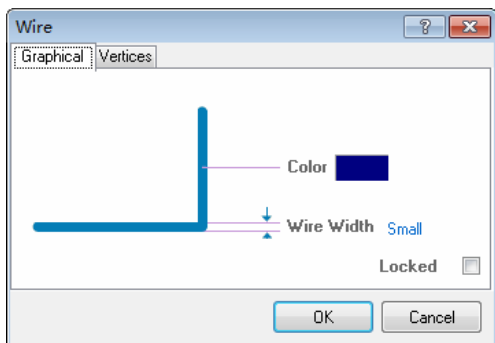
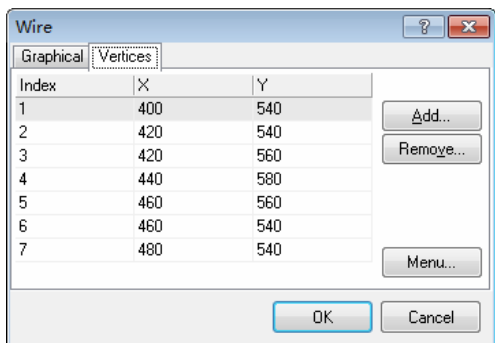

图 4-34 导线属性对话框 Graphical 选项卡
图 4-35 导线属性对话框 Vertices 选项卡
1) 按下 P + W 快捷键进入绘制导线状态后, 按下 Tab 键, 打开导线属性对话框, 包括 Graphical 和 Vertices 两个选项卡, 如图 4-34 和图 4-35 所示。